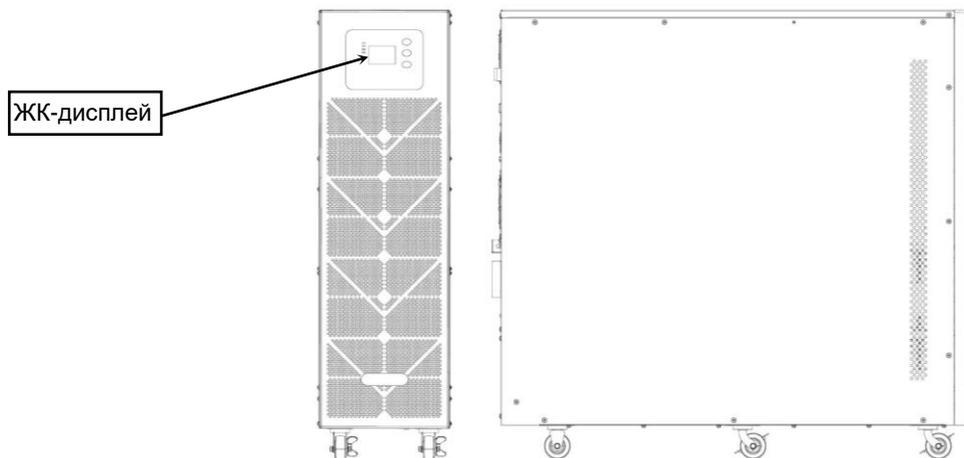
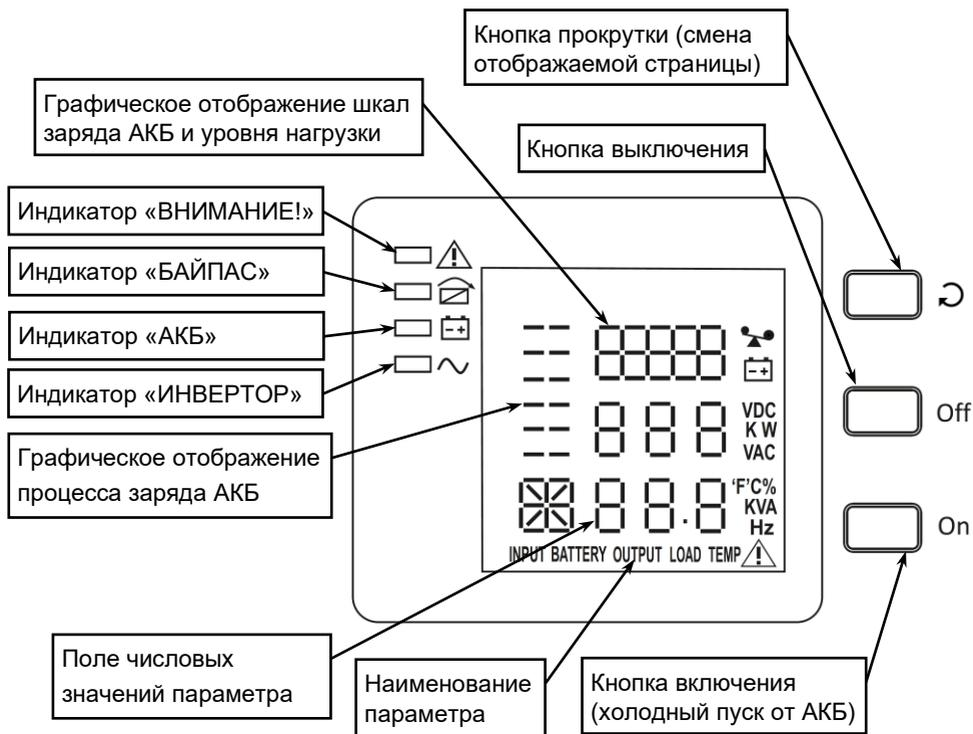

Рисунок 1 — Общий вид изделия
Рисунок 3 — ЖК-дисплей
**Изделие выполнено** в напольном варианте корпуса типа TOWER, на передней панели которого расположены ЖК-дисплей, светодиодные индикаторы и кнопки управления (см. раздел «ОПИСАНИЕ ЖК-ДИСПЛЕЯ», рисунок 1 и рисунок 3).
На ЖК-дисплее отображаются значения основных параметров изделия (см. рисунок 3).